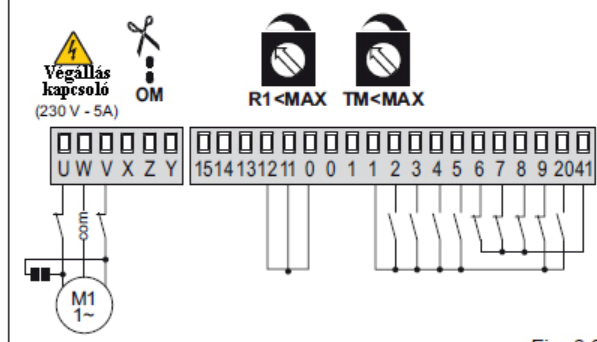

Fig. 6.2
- (Fig. 6.2) Az ajtószárny nekimegy a végállás kapcsolóknak, és van akadályérzékelés.